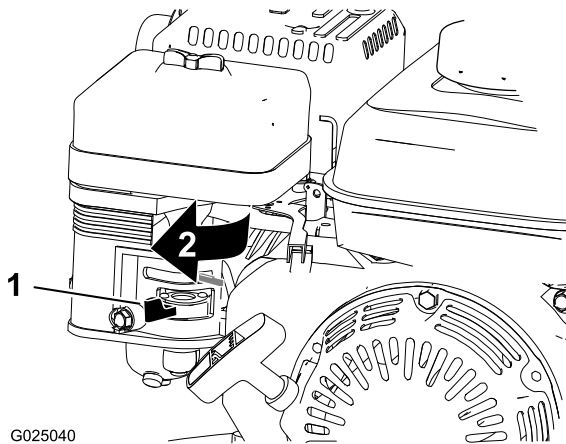

Figura 29
3. Mueva la válvula de combustible a la posición de Cerrado (Figura 29).